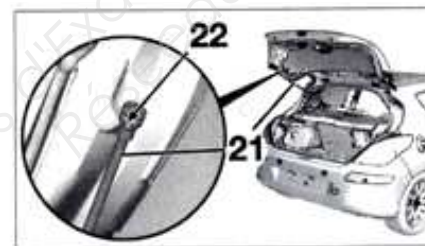

Fig. 176
- Dégrafer et écarter l'équilibre (21), en (22), (Fig. 176).